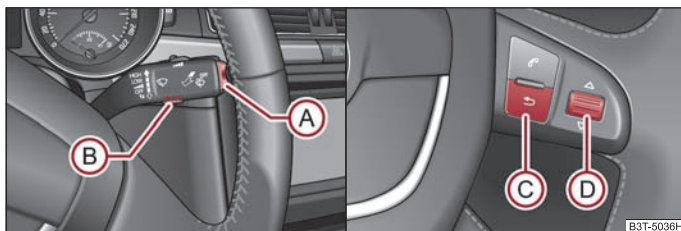

Fig. 20 Displăyul informativ: Elementele de comandă de la maneta de acționare a ștergătoarelor/elementele de comandă de pe volanul multifuncțional
- Main menu (Meniul principal) se activează prin apăsarea tastei basculante (A) → fig. 20 mai mult de 1 secundă.
- De la tasta basculantă (A) puteți selecta punctele de meniu. După scurta apăsare a tastei (B) se afișează informația selectată.
- Main menu (Meniul principal) se activează prin apăsarea tastei basculante (C) → fig. 20 mai mult de 1 secundă.
- Prin apăsarea scurtă a tastei (C), reveniți un pas înapoi în meniu.
- Prin rotirea roțiței (D) puteți selecta fiecare meniu. După o scurtă apăsare a roțiței (D), se afișează meniul selectat.